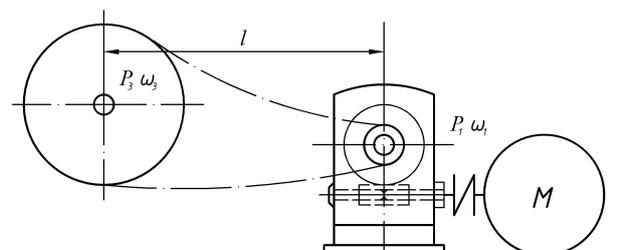

Рис. 3.4. Расчетная схема к задаче № 4
4. Привод к транспортеру осуществляется от электродвигателя через червячный редуктор и зубчатую цепь (рис. 3.4). Подобрать электродвигатель, разбить общее передаточное число по ступеням передачи и рассчитать цепную передачу.